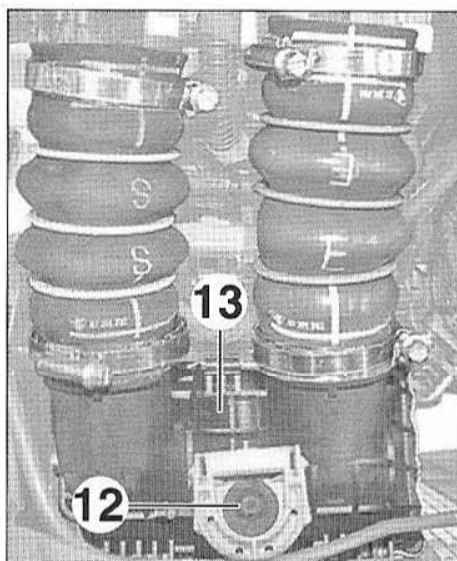

FIG.88
- Déposer (Fig.88) :
- la fixation (12),
- l'échangeur air/air (13) par le haut.